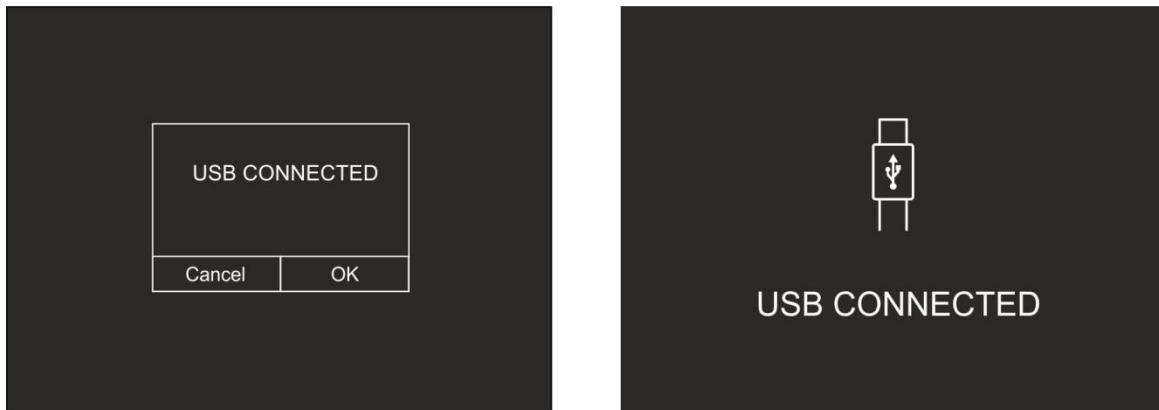

Abb. 12: Verbindung des Gerätes mit dem PC
- Verbinden Sie das Gerät mit dem PC über das mitgelieferte USB Kabel. Die Bildschirmseite in Abb. 12 – linke Seite erscheint im Display:
- Bestätigen Sie mit "OK", um die Verbindung zu aktivieren, oder berühren Sie "Cancel", um zum Hauptmenü zurückzukehren. Die Bildschirmseite in der Abb. 12 – rechte Seite erscheint im Display und das Gerät akzeptiert keine Befehle.